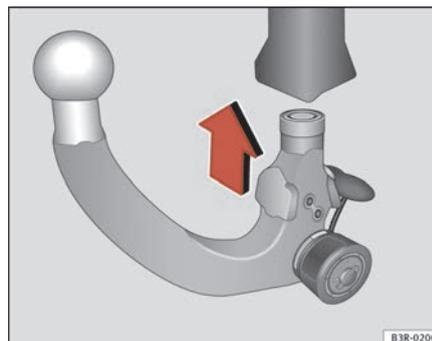

Fig. 161 Dispositivo desmontable para remolque: Colocar la rótula
- Coloque la rótula pretensada en el tubo de enclavamiento y haga presión hacia arriba en la dirección que indica la flecha ⇒ página 210, fig. 161 ⇒ ⚠. El proceso de bloqueo se realiza de un modo automático. En ese momento debe poder oírse claramente un chasquido de encastre.